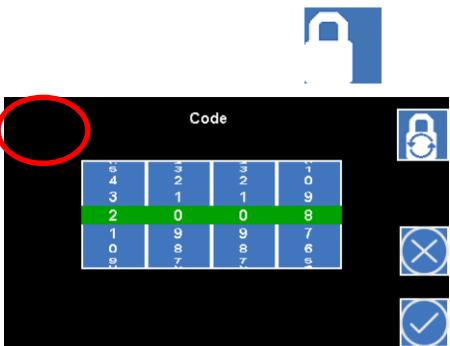

Figura 9
4. Utilize as rodas de codificação para introduzir o código 2 0 0 8 e pressione o canto superior esquerdo do ecrã (veja a figura 9).